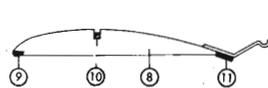

Fig. 550. Timone di profondità in sezione. Il braccio di filo d'acciaio per il freno termico viene fissato con spago e adesivo.
Timone di profondità. Costruiamo dapprima un modello in legno compensato (8); tagliamo poi dal balsa 7 nervature, i bordi estremi (12) e il longherone alla lunghezza voluta. Costruiamo ora una pianta del timone secondo il disegno d'insieme del modello. Dopo aver rafforzato i bordi d'attacco (9) e il bordo anteriore della striscia finale (11) con legno di scarto dello spessore di 2 mm, fissiamoli al modello, cui vengono anche incollate le nervature e il longherone principale (10). Dopo averli limati, incolliamo i bordi d'attacco delle estremità delle ali parallelamente al bordo posteriore delle ultime nervature. Alla nervatura centrale fissiamo poi con refe e collante celluloso un gancio d'acciaio per il freno termico (fig. 550).